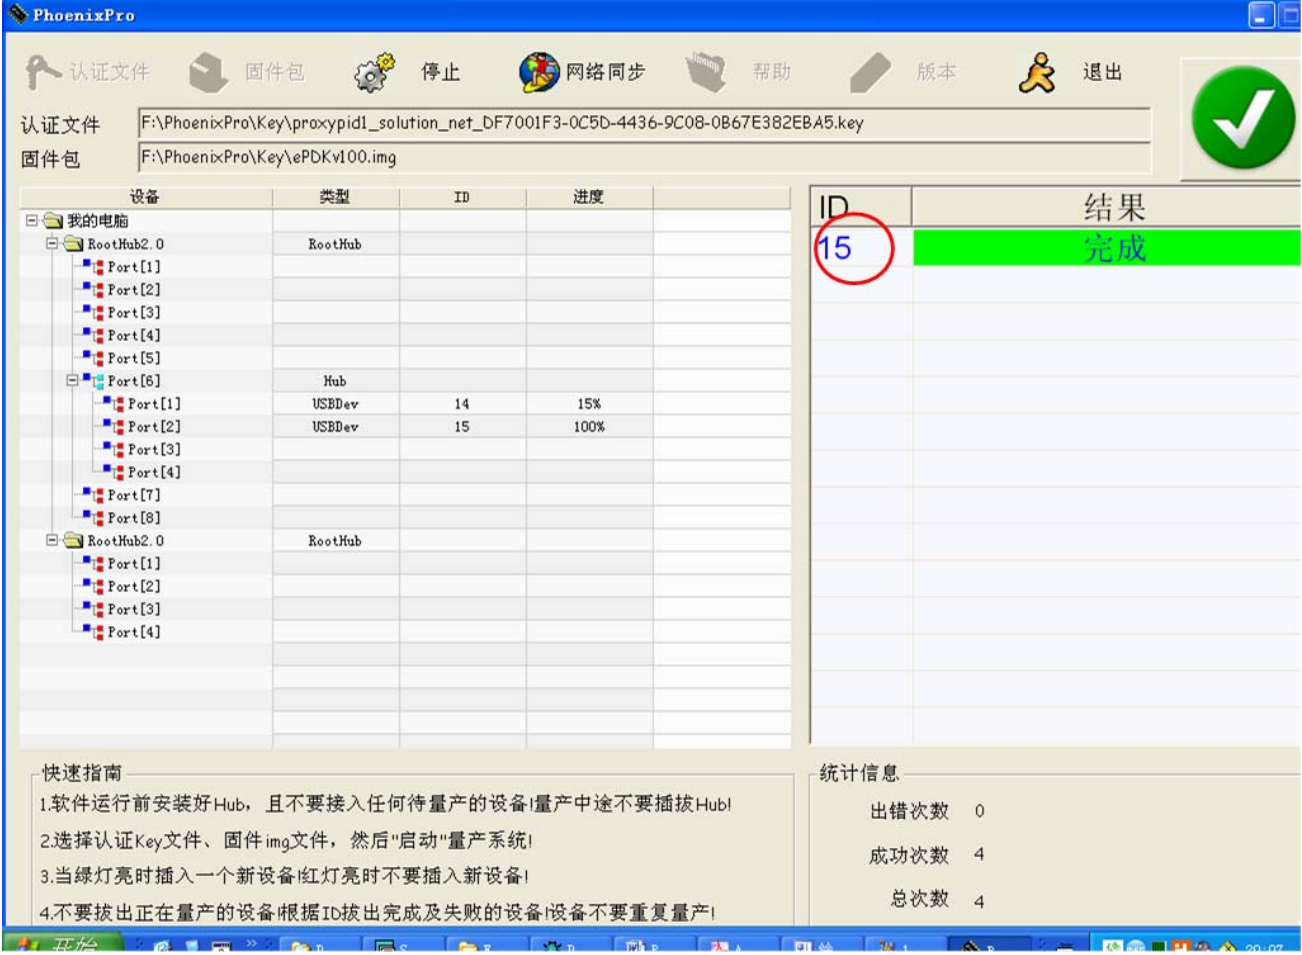

图 3.14 有设备完成量产
- ④ 已经完成量产的设备，会在软件的右边显示出来，用户可以根据软件右边的 ID，拔出相应的设备。如图 3.14 中，ID 为 14 的设备已经完成量产，用户可以拔出 ID 为 14 的设备。如果连接设备的 USB 线没有贴 ID 标签，此时就贴上 ID 为 14 的标签，以后直接看 USB